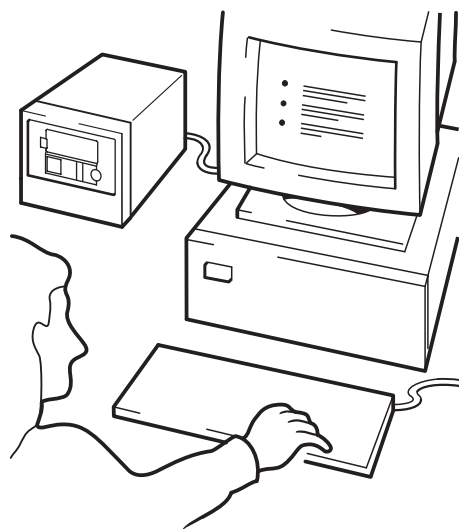

Figura 14d: hp obdr, passo 4
- 4 Siga as instruções na tela para configurar o sistema operacional (veja figura 14d). (Estas variam conforme o software de backup.) Normalmente, você pode aceitar as respostas-padrão para todos os avisos, por exemplo, pressionando sempre <Enter>. O LCD (visor) exibe uma mensagem "OBDR Mode" (Modo OBDR) enquanto o autoloader restaura o sistema operacional a um em que ele possa executar uma restauração normal de dados. Após reconfigurar e reiniciar o sistema operacional, a mensagem "OBDR Mode" (Modo OBDR) desaparece do visor LCD e os LEDs Magazine Presente e Atividade da Fita piscam em verde de forma contínua.